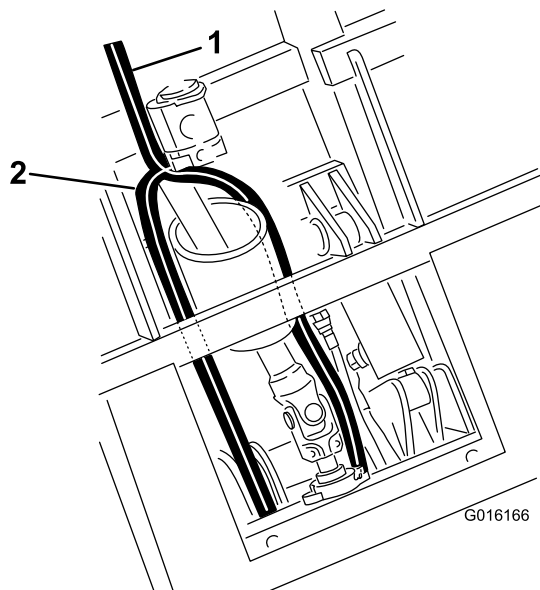

Figura 111
- Enrute la manguera del depósito por debajo del cilindro de elevación y entre los soportes de montaje del cilindro hasta la válvula (Figura 111).
- Enrute la manguera de presión junto al árbol de la TDF hasta la válvula (Figura 111).